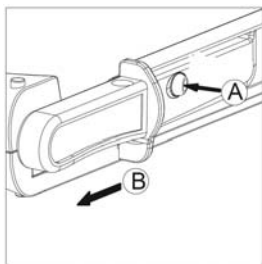

Fig. 1
- 2 Appuyez sur le bouton de sécurité (Fig. 1, A) pour desserrer la fixation et retirez la poignée (Fig. 1, B).